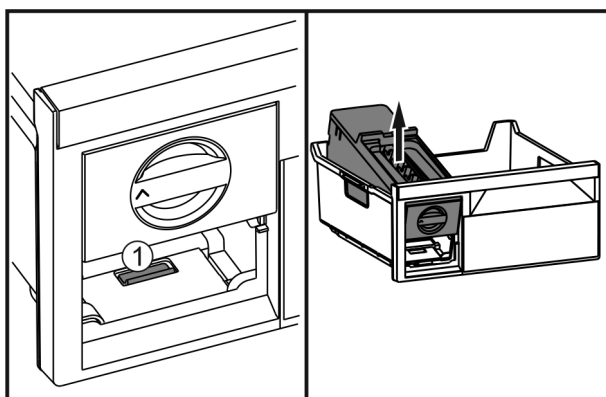

Fig. 42
- Appuyer sur la languette Fig. 42 (1), soulever l'EasyTwist-Ice depuis l'arrière et le faire sortir du tiroir de congélation.